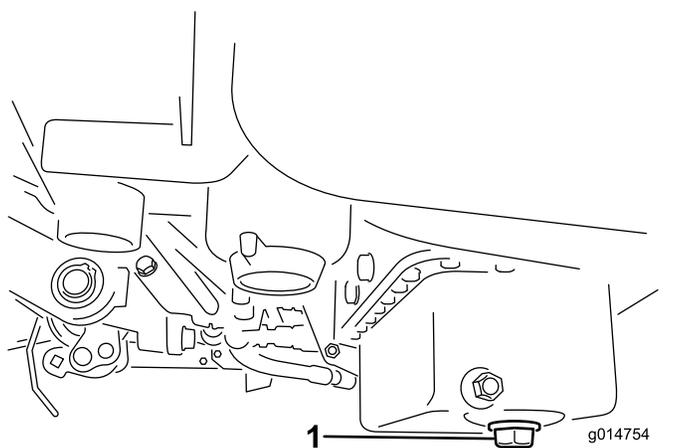

Figura 46
1. Togliete il tappo di spurgo e lasciate defluire l'olio in una bacinella. Quando l'olio cessa di defluire, rimontate il tappo (Figura 46).